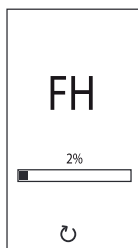

fig. 8 - Sfiato con ventilatore attivo
- Per i successivi 20 secondi il display visualizza FH che identifica il ciclo di sfiato aria dall'impianto riscaldamento con il ventilatore in funzione (fig. 8 - Sfiato con ventilatore attivo).